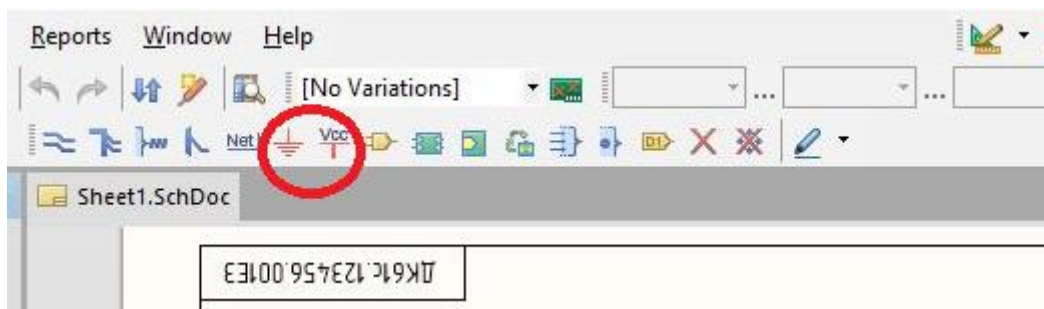

Рис.8. Power Port
1.7. Для додавання живлення й «землі» використовують **Power Port** (Рис.8).